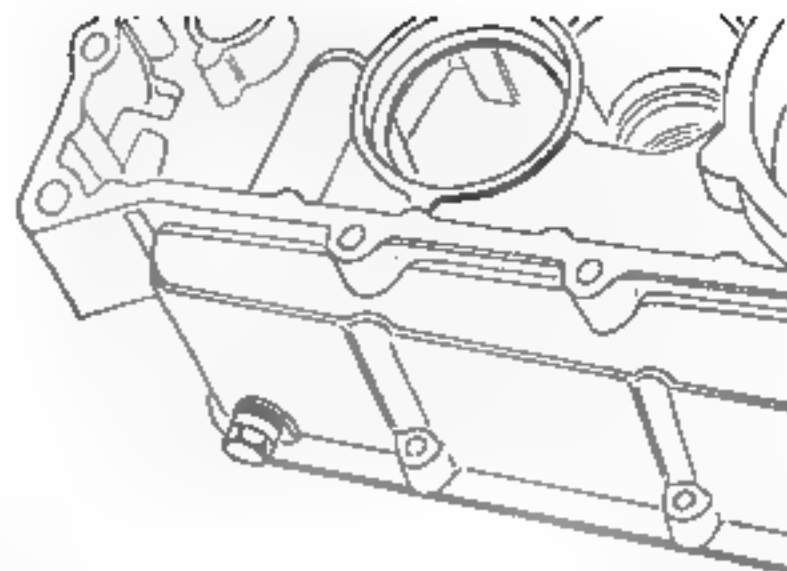

Fig. 2
- Déposer la pédale de sélecteur (clé six pans creux de 5 mm) (fig. 2).